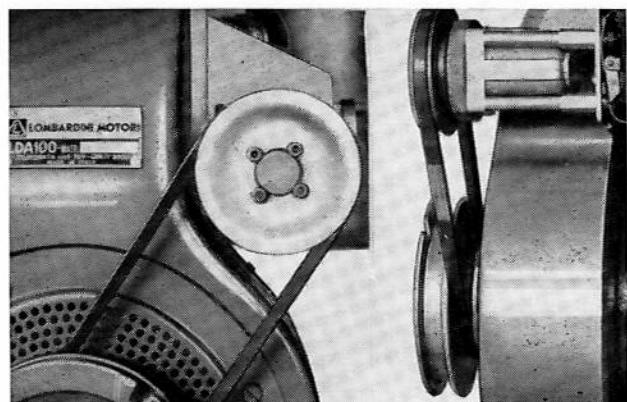

Fig. 41
- Sur le côté du collecteur, côté filtre à air, avec support et entraînement, par courroie trapézoïdale, par poulie de lancement (fig. 41).